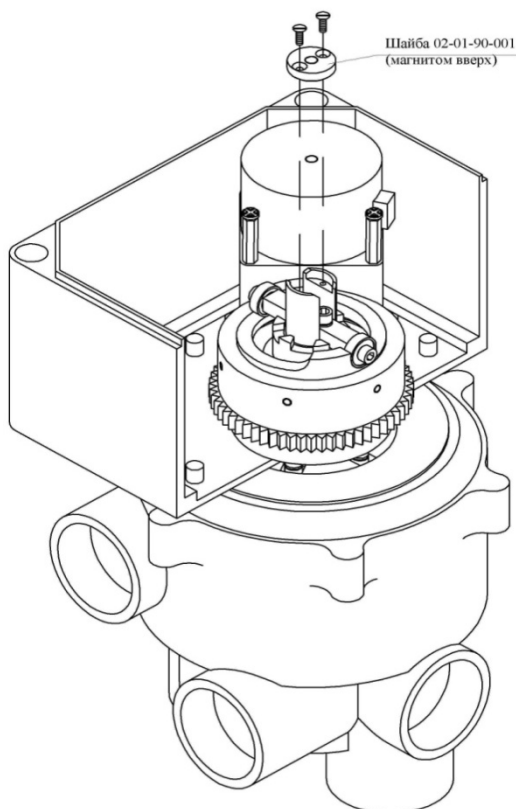
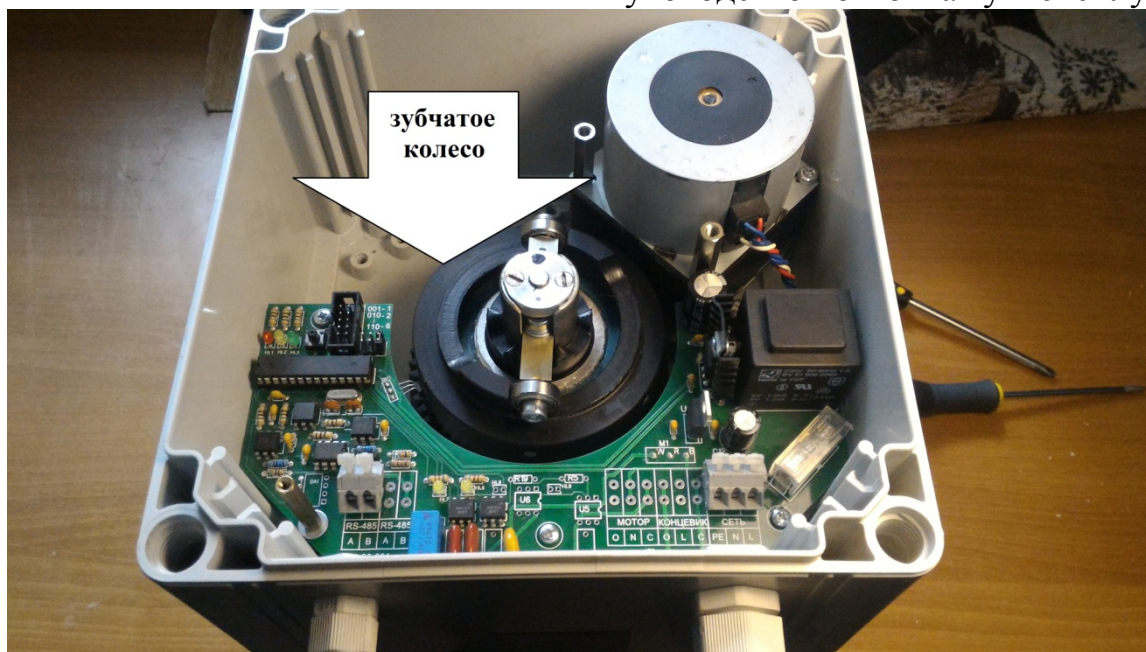

Рис. 4
Рис. 9
Убедитесь, что прибор плотно «сидит» на вентиле, шесть винтов на дне прибора должны попасть в углубления на вентиле. Посадочное место, паз под «планку» с подшипниками в «металлическом валу», **должен быть не ниже уровня «паза» в пластиковой стойке** (рис.3, 3.1). Паз в «металлическом валу» должен быть примерно на 0,5 - 1мм выше чем паз в пластиковой стойке . Если паз в металлическом валу по уровню выше паза в пластиковой стойке на 1,5...2мм и больше, то между корпусом блока «Моно» и вентилем необходимо проложить пластиковые прокладки (см рис.1.2, поз.4), кол-во зависит от модели вентиля. **В прокладках советуем прорезать щель (7-9мм) для аварийного слива воды при изношенных уплотнительных резиновых кольцах в вентиле.** Прикрутить планку с подшипниками «3» к валу «1» двумя винтами М5х20 из комплекта прибора (см. рис. 4). Позиционирование планки «3» - фасками вниз. **Для подгонки понадобится дополнительное снятие прибора с вала «1»** (при прикручивании планки к валу, происходит усаживание корпуса к вентилю). Правильно выставленный зазор (с помощью прокладок), можно проверить – **подшипники на планке (рис.3) должны свободно прокручиваться** пальцами рук (при условии что вал вентиля опущен - подшипники планки находятся в нижней части подъемной дорожки зубчатого колеса – рис.9). Примерное рекомендуемое расстояние между подшипниками и подъемной дорожкой – 0,5 – 1мм, но не более.
1.4.4. Установить и прикрутить к валу (см рис.1.2, поз.1) шайбу с магнитом (см рис.1.2, поз.5) двумя винтами М3х8 из комплекта прибора (магнитом сверху!) в паз верхнего торца вала (см. рис. 4, 5, 8, 9).
Через 3 секунды привод начнёт движение, поднимет - опустит вал «1», вращением зубчатого колеса «рис.9» на ~90град. по часовой стрелке и обратно (рис. 9). Затем проверить правильность калибровки путем подачи команды в ручном режиме – «промывка», с приборов («МАСТЕР», «ПРОФИ» или «СТАНДАРТ»). **При остановке вала «1», в фиксированных положениях «промывка», «уплотнение» и обратно в «фильтрация», должен быть слышен щелчок трещотки, которая предотвращает обратный ход вала вентиля (защита от утечек).** Если при остановке (в фиксированных положениях) щелчков нет хотя бы в одном положении или вал останавливается в произвольных положениях, нужно **провести новую калибровку** прибора.